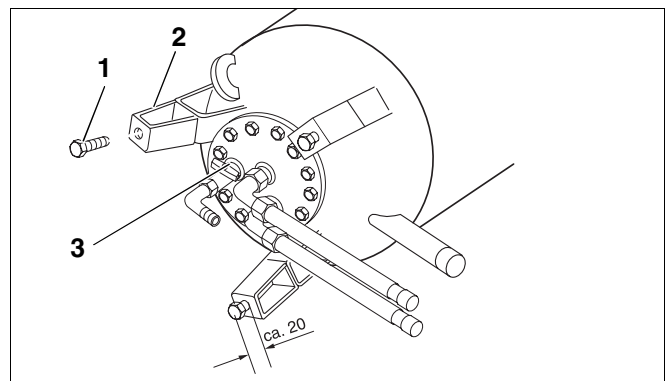

Abb. 4 Nutzung der Befestigungsschrauben als Fußschrauben
- Pufferspeicher mit Palette anheben und 3 Befestigungsschrauben (Abb. 4, **Pos. 1**) aus der Palette herauschrauben und Palette abnehmen.
- Befestigungsschrauben als Fußschrauben bis auf ca. 20 mm in Speicherfüße eindrehen (Abb. 4, **Pos. 2**).
- Prüfen, ob Entleerhahn (Abb. 4, **Pos. 3**) geschlossen ist und Schrauben des Handlochdeckels vorschriftsmäßig dichtend angezogen sind.